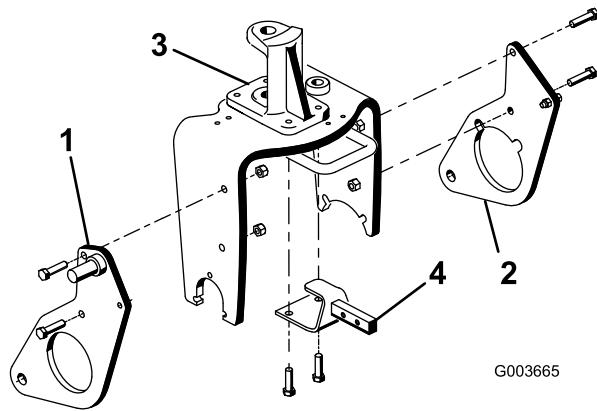

図 6
- (1/2 x 2 インチ) を参照し、ボルト2本 (図 6) とロックナットを使って、右側プラウ・プレートをキャスター・フォークの右側に仮止めする。この時点ではまた本締めしないこと。
- 同じ要領で、左側プラウ・プレートの取り付けも行う (図 6)。
- ステアリング・ピボットをキャスター・フォーク上部に固定しているボルト2本を外して捨てる (図 6)。
- キャスター・フォークの穴とステアリング・ピボット取り付け穴を使って、ヒッチ・フレーム・ブラケットをキャスター・フォークの下側に取り付け、ボルト2本 (1/2 x 1-3/4 インチ) で固定する (図 6)。すき間が足りなくて作業しにくい場合は、タイヤの空気を少し抜いてすき間を作る。